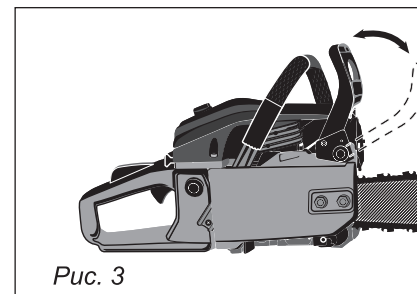

Рис. 3
• Тормоз цепи приводится в действие перемещением рычага брекера вперед и вниз в сторону шины. Для освобождения тормоза сместите рычаг брекера вверх и назад в сторону рукоятки до характерного щелчка (рис. 3).